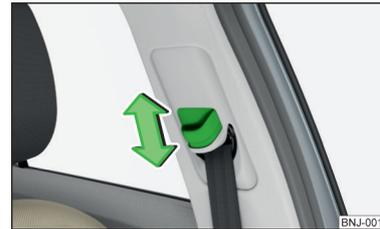

Fig. 7
- Poussez sur la ferrure de renvoi dans la direction souhaitée, vers le haut ou vers le bas » fig. 7.